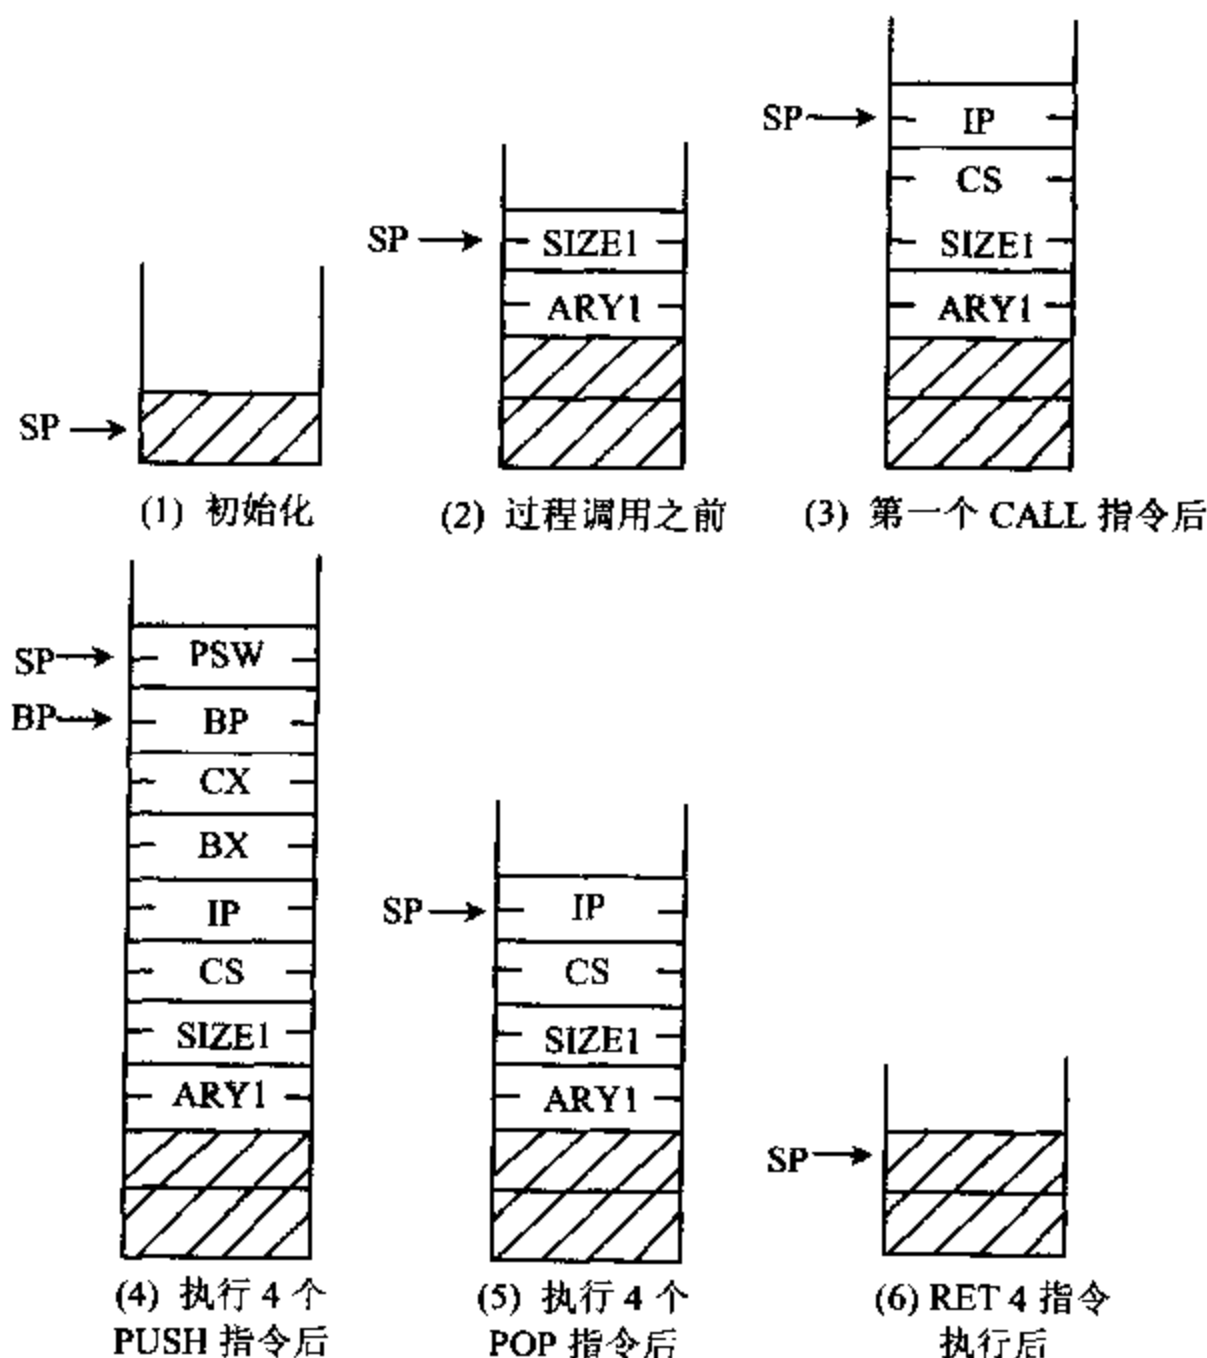

图 4-18 堆栈数据变化示意图
(1) 使用堆栈传递参数,调用前要给过程传递两个参数,主程序中将数组的偏移地址值及数组长度压入堆栈,然后调用过程,过程完成数组求和运算。
(2) 程序设计要求段间过程调用,因此进入过程时要重新定义 CS 段,使之指向当前有效代码段 PCODE,在过程运行中可直接调用堆栈中参数,完成累加运算,并将结果送回指定的存储单元。
(3) 过程返回时用返回指令 RET 4,要将堆栈中由 CALL 指令之前传递来的 4 个字节作废,然后才能返回主程序,以保证下面过程调用时参数传递正确。
(4) 在整个程序运行中,堆栈中数据变化如图 4-18 所示: